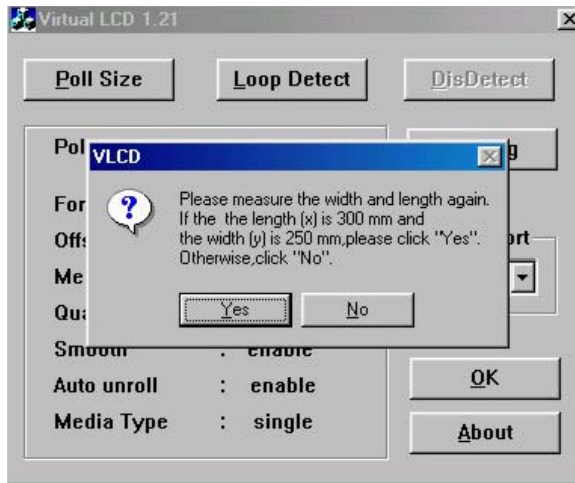

Abb. 4-4
- Ein Dialogfeld wird angezeigt (siehe unten). Ist das Plottergebnis anders als bei der vorherigen Einstellung, klicken Sie NO. Die Schritte 3 und 4 werden wiederholt bis die Daten gleich wie die Einstellung sind. Klicken Sie dann YES (siehe Abb. 4-4)